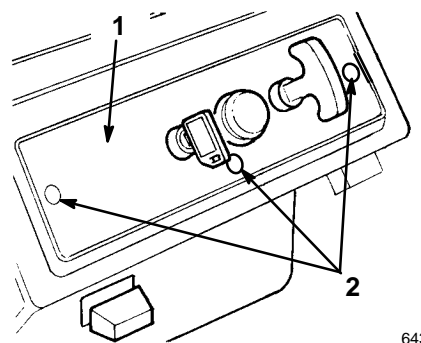

Figure 22
1. Retirer les 3 boulons six pans de fixation du panneau de commande au carter de déneigeuse (Fig. 22).